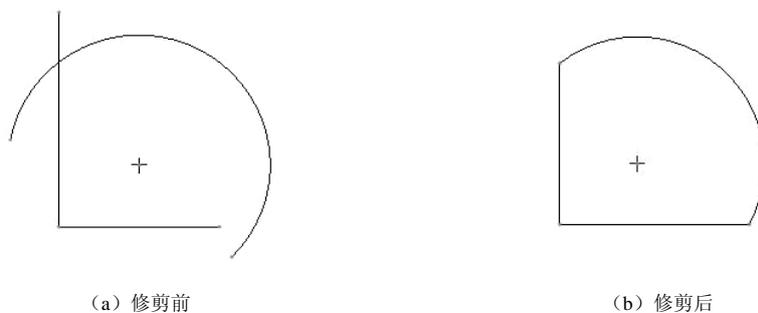

图 2-29 拐角剪切
(1) 单击草绘命令工具栏中的  按钮，也可选择菜单【编辑】→【修剪】→【拐角】命令。
(2) 单击两条线段（不一定要相交），系统会将所选择的部分保留并形成夹角，如图 2-29 (a) 所示。
(3) 若两线相交，单击要保留的线段，则该线的另一部分线段被删除，如图 2-29 (b) 所示。